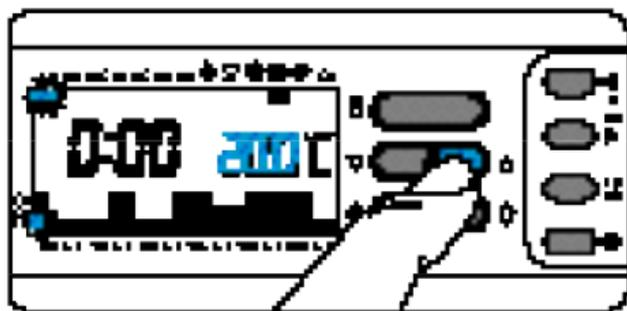
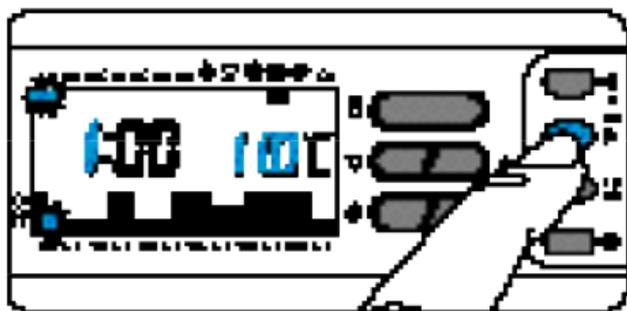

Fig. 41
Fig. 42
8.4 - Mediante il pulsante ∇ oppure Δ (fig.41) selezionare il livello di temperatura desiderato; premere quindi il pulsante $0 \div 23 \triangleright$ per passare all'ora successiva e selezionare ugualmente la temperatura desiderata (fig.42).